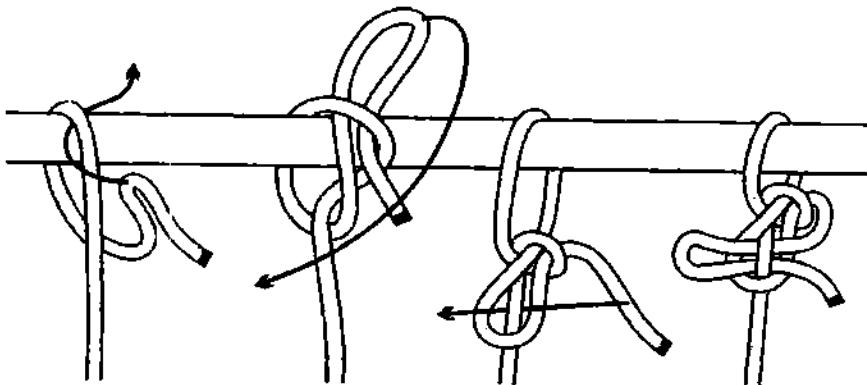

Рис. 559. Левантийский узел.
**Левантийский узел** – один из узлов, с помощью которого рыбаки и моряки всего востока училивают речные и морские лодки (рис. 559). Узел остаётся расслабленным, рабочая петля не затягивается на опоре и поэтому **левантийский узел** вдоль неё перемещается свободно. Это, например, важно при приливах и отливах. Узел очень надёжный и не ослабляет прочность троса. Как и **лодочным узлом**, **левантийским узлом** можно привязывать домашних животных. **Левантийский узел** быстро вяжется из **быстроразвязывающегося самозатягивающегося**